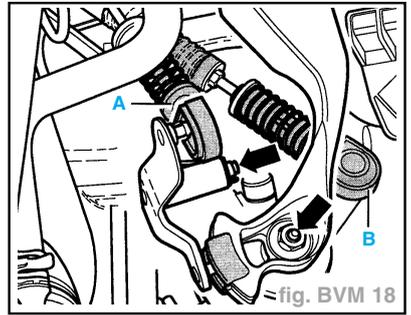

fig. BVM 18
- Retirer le câble de sélection (A) avec le levier de renvoi en enlevant la rondelle de sécurité (flèche) (fig. BVM 18).